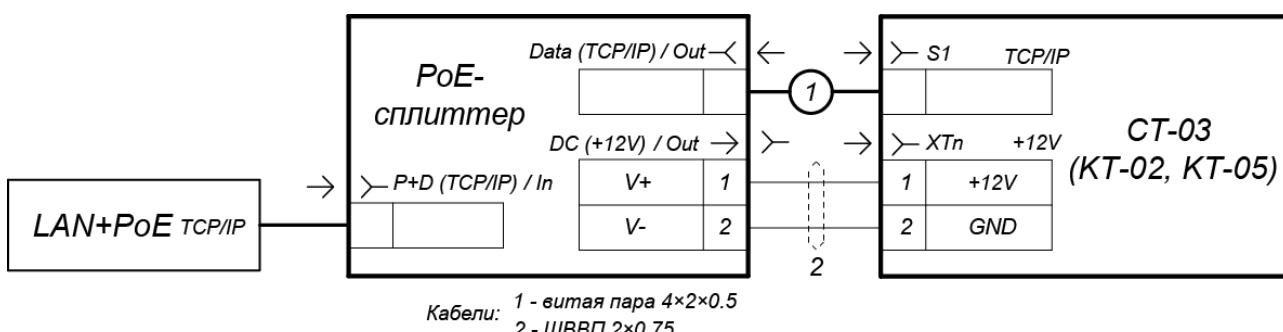

Рисунок 15. Схема подключения контроллера ЭП
2. Подключите сплиттер к ЭП в соответствии со схемой подключения (рис. 15).